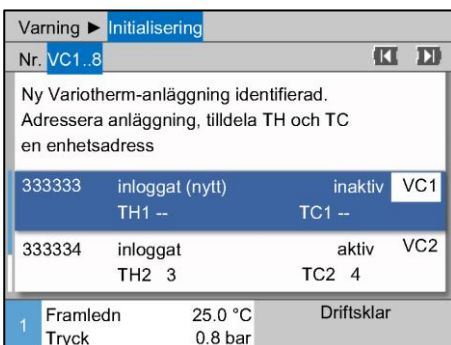

Bild 23: Tilldela modul-ID
2. Tryck på knappen och ställ in adress till VC-modul (→ Bild 23 t.ex. VC1)